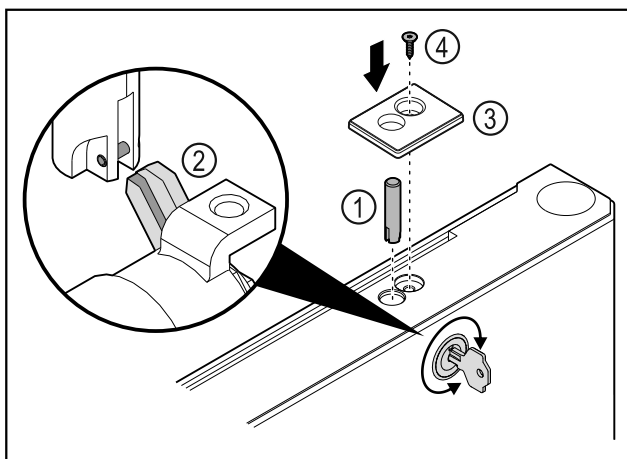

Fig. 42
- ▶ Slotbout Fig. 42 (1) plaatsen.
- ▶ Slot iets draaien zodat slotbout Fig. 42 (2) in sleuf van slot vergrendelt.
- ▶ Afdekking Fig. 42 (3) plaatsen.
- ▶ Schroef Fig. 42 (4) plaatsen.